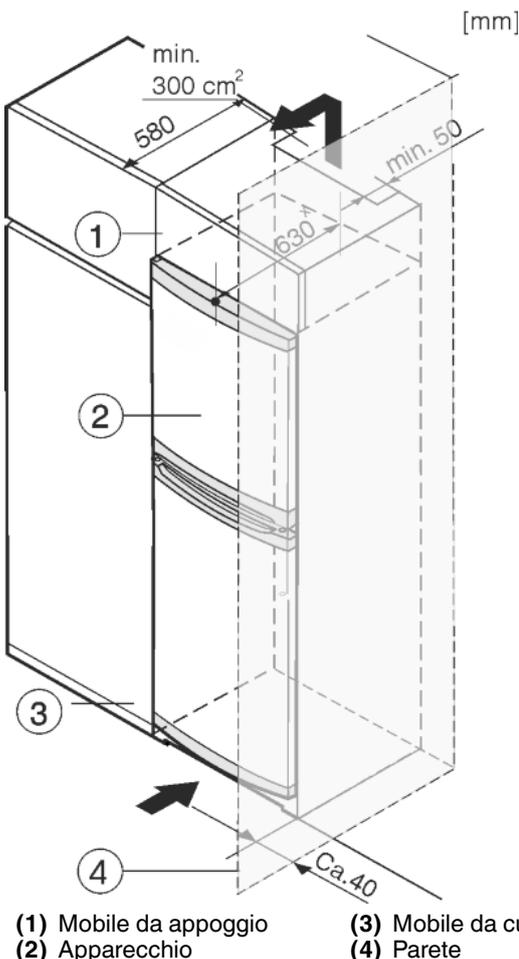

Fig. 7
L'apparecchio può essere incassato in mobili da cucina. Per adattare l'apparecchio Fig. 7 (2) all'altezza della cucina componibile, è possibile applicare sopra l'apparecchio un mobile da appoggio Fig. 7 (1).
Si la cocina posee armarios (profundidad máx. 580 mm), el aparato se puede colocar directamente junto al armario de cocina Fig. 7 (3). El aparato sobresale 34 mm * por los lados y 50 mm * en el centro del aparato respecto al frente del armario de cocina.
Se l'apparecchio con cerniere viene installato accanto ad una parete Fig. 7 (4), la distanza minima fra l'apparecchio e la parete deve essere almeno di 40 mm, che corrisponde alla sporgenza della maniglia con la porta aperta.